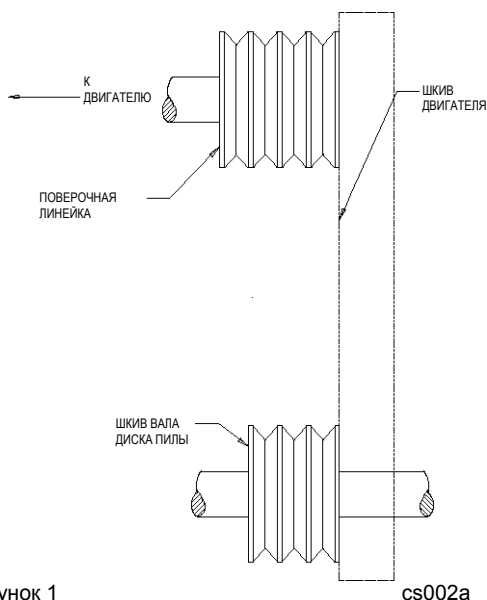

Рисунок 1
6. Чтобы проверить соосность, используйте металлическую поверочную линейку. Смотрите рис.1